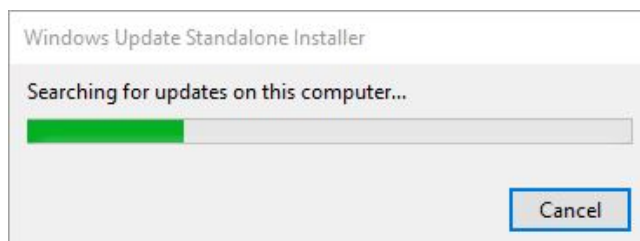

Figura 4.24: Aggiornamenti windows
14. Attendere la ricerca di aggiornamenti windows, figura 4.24.